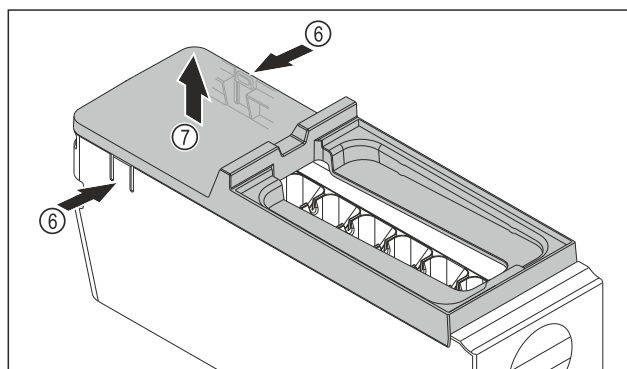

Fig. 189
- ▶ Изваждане на капака на корпуса на EasyTwist-Ice: Натиснете езичетата Fig. 189 (6) от двете страни на корпуса на EasyTwist-Ice с една ръка.
- ▶ С другата ръка извадете капака Fig. 189 (7) нагоре.